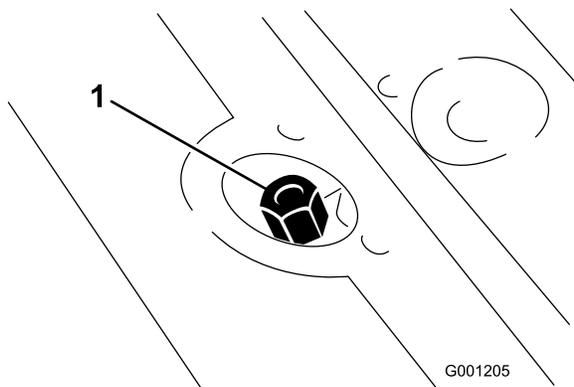

図 24
2. 補給口の首からディップスティック・キャップ (図 24) を抜き、ウェスできれいに拭う。ディップスティックをもう一度首まで差し込んで軽く締めてから抜き取り、オイルの量を点検する。ディップスティックについている溝マークから13 mm 以内になれば、使用しているものと同じオイルを適正量まで補給する。入れすぎないこと。